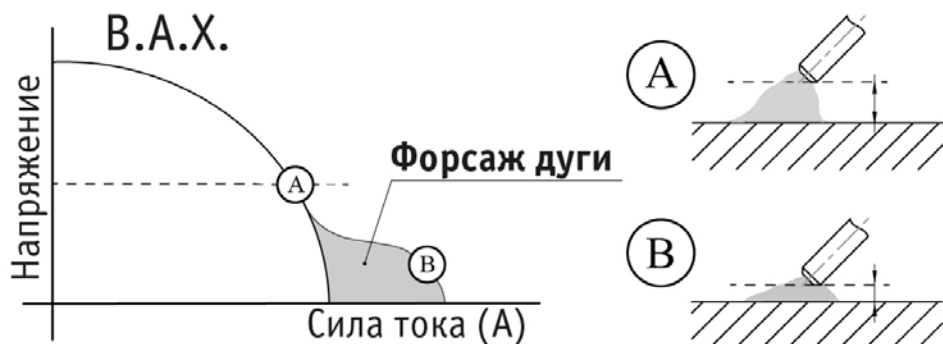

Рис. 13.3. Форсаж дуги.
**Форсаж дуги:** рекомендуется применять при сварке покрытыми электродами на малых токах. В процессе сварки происходит автоматическая регулировка силы сварочного тока, что уменьшает склонность к залипанию покрытого электрода к свариваемой детали (См. рис. 13.3).